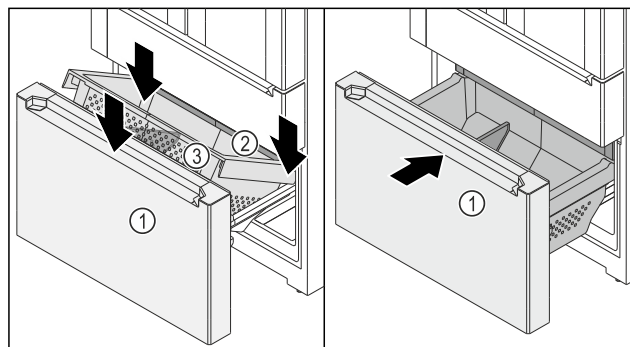

Fig. 153
- Выдвижной отсек Fig. 153 (1) извлечен.
- Выдвижной ящик Fig. 153 (2) вдвинут.
- ▶ Установите контейнер Fig. 153 (3) задней частью на направляющие справа и слева.
- ▶ Опустите контейнер Fig. 153 (3) спереди, чтобы весь контейнер Fig. 153 (3) был установлен на направляющих справа и слева.
- ▶ Вдвиньте выдвижной отсек Fig. 153 (1).